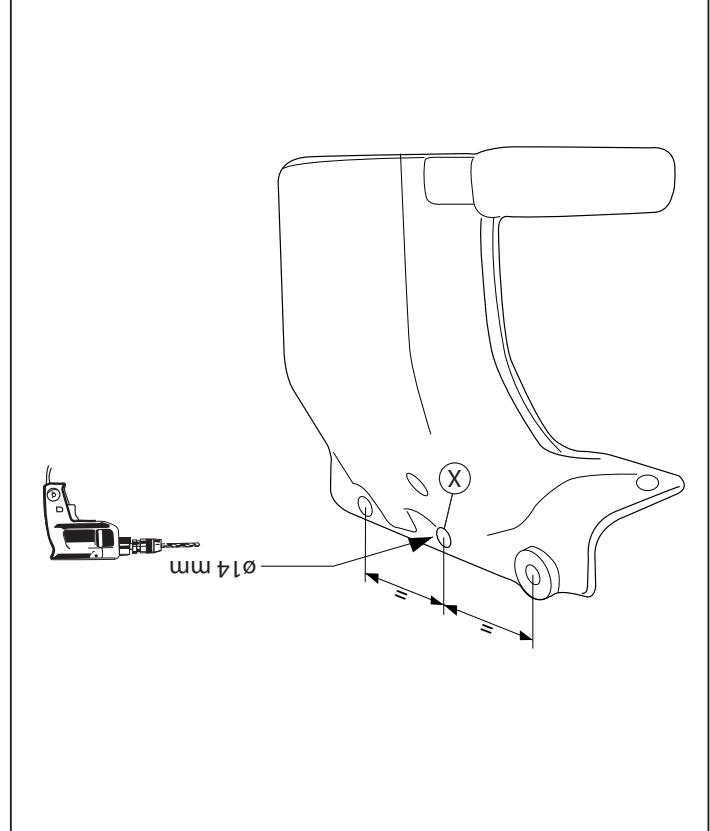

Fig.2
- \* Percer confortablement à la figure 2 un trou de 14mm à l'empla-ce.
4. Bor ifølge fig. 2 et hul på 14mm ved punkt X.